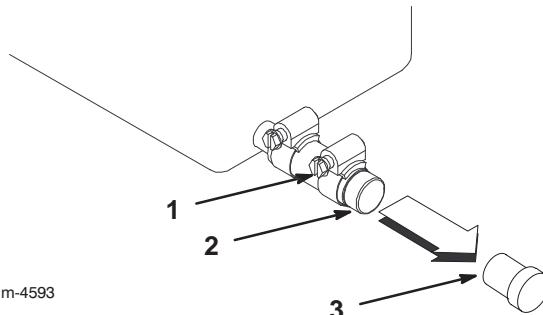

Figure 27
- Placez un bac de vidange sous le tube de vidange (Fig. 27).
- Desserrez le collier et enlevez l'obturateur (Fig. 27).